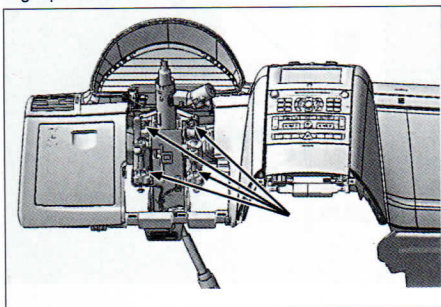

FIG. 11
- los 4 tornillos de fijación y la columna de dirección (fig. 11).